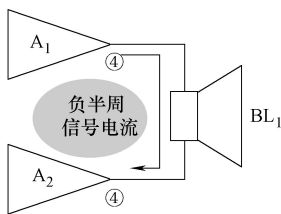

图 13-32 示意图
3) 正半周信号电流回路。当  $VT_1$  管集电极输出正半周信号时，集成电路  $A_1$  的信号输出引脚④脚输出正半周信号，同时  $VT_1$  管发射极输出负半周信号，经集成电路  $A_2$  放大后从信号输出引脚④脚输出负半周信号，这时输出信号电流流过扬声器  $BL_1$  的方向是：从集成电路  $A_1$  的信号输出引脚④脚输出，经扬声器  $BL_1$ ，从集成电路  $A_2$  的信号输出引脚④脚流入  $A_2$ ，因为这时集成电路  $A_2$  的信号输出引脚④脚输出的是负反周信号，即应该是流入信号，如图 13-32 所示。